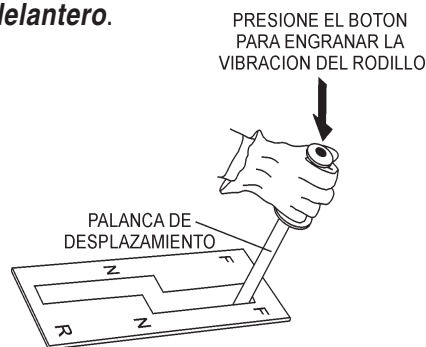

Figura 23. Interruptor del botón de vibración
1. Para empezar la acción vibratoria, **presione** el botón interruptor de vibración localizado en la parte superior de la palanca de desplazamiento, como se muestra en la Figura 23. La presión de este interruptor generará 1,406 Kg. (3,100 lbs.) de fuerza centrífuga en una frecuencia de 4000 vpm (vibraciones por minuto) para el tambor **delantero**.